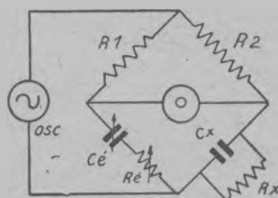

Fig. 14.
(1) Par exemple, si dans la figure 14 nous avons à l'équilibre $R_1 = 100 \Omega$, $R_2 = 10 \Omega$, réactance de $C_x = 10 \Omega$ et $R_x = 100 \Omega$, l'impédance de l'ensemble $C_x + R_x$ sera :
résistance en série et la self parasites sont négligeables dans les condensateurs de bonne construction utilisés en T. S. F.), on a figure 14 :